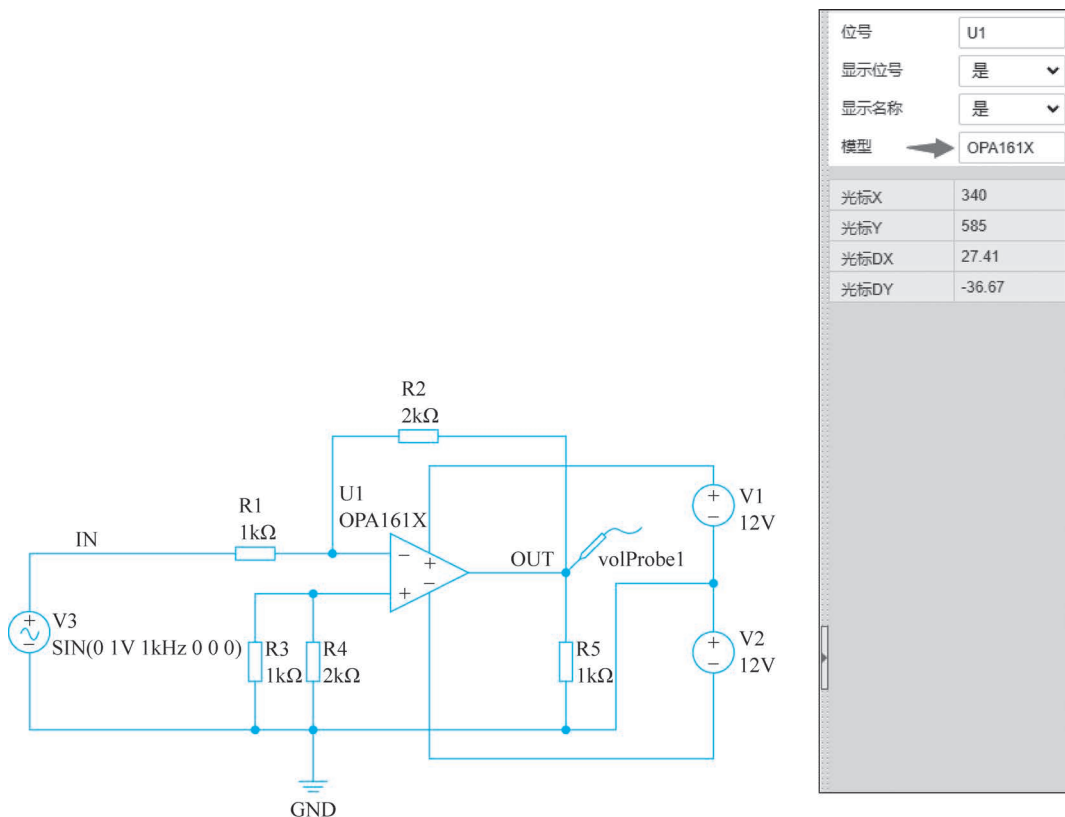

图 3-23 修改放置电路运放
(1) 在嘉立创 EDA 主界面主菜单下选择“文件”→“新建”→“工程”选项,设置工程标题为 AC-OPA1612,单击“保存”按钮生成交流小信号分析工程。
(2) 在原理图中复制 3.5 节交流小信号分析的原理图,并双击器件 uA741 更新运放模型为 OPA161X,如图 3-23 所示。